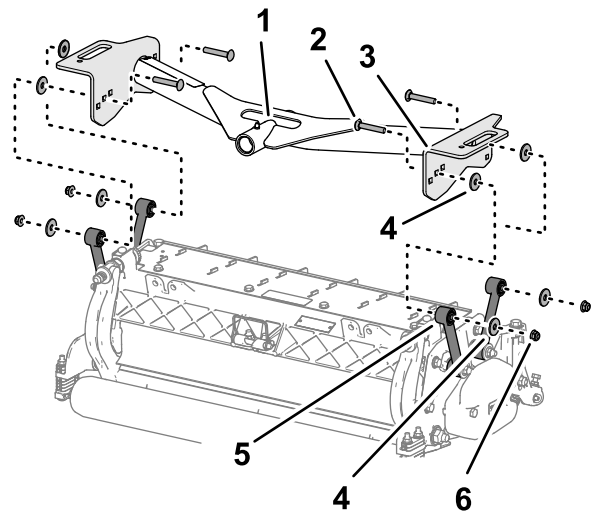

図 17
1. 前キャリアフレームのプレート穴を、カッティングユニットの取り付けプレートの穴に合わせる 図 17。
2. ワッシャをキャリアプレートとリンクの間に合わせ 図 17、プレートとスペーサを仮止めするキャリッジボルト $\frac{3}{8} \times 2\frac{1}{4}$ "、ワッシャ、フランジロックナット $\frac{3}{8}$ "を使用する。